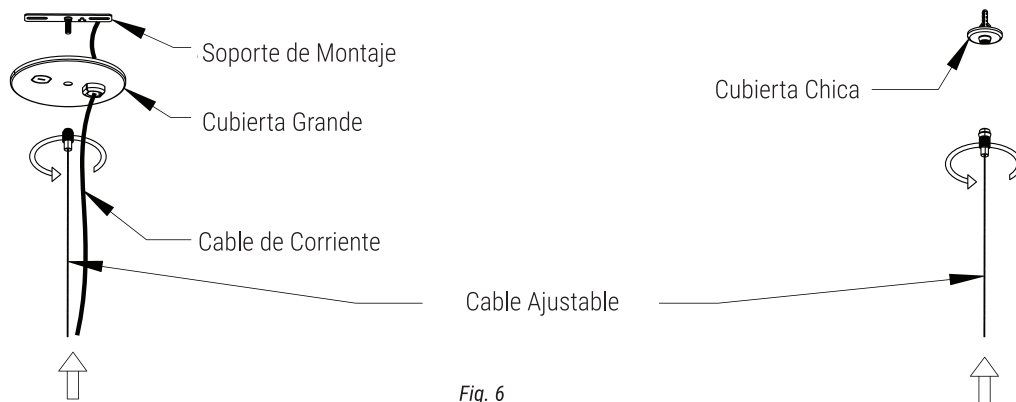

Fig. 6
8. Alinee el orificio central de la cubierta grande con el soporte de montaje de la caja de conexiones y empuje la cubierta grande hacia el techo. Fije el extremo roscado de un cable ajustable al tornillo del soporte de montaje y el otro cable ajustable a la pieza de montaje de la cubierta pequeña. (Fig. 6)